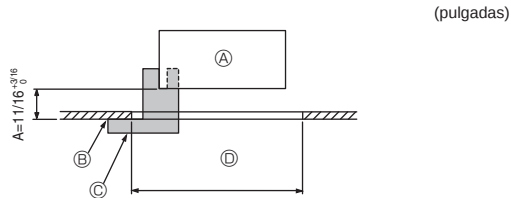
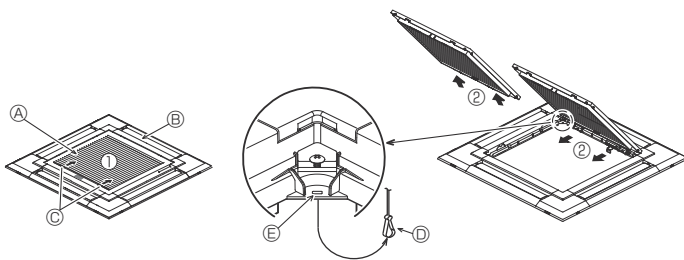
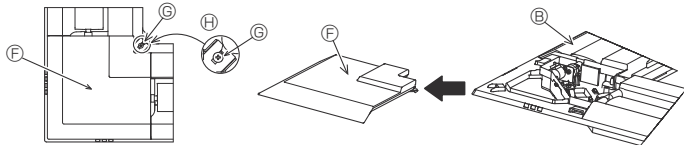

Fig. 6-2
Fig. 6-3
Fig. 6-4
①	Dimensiones de la rejilla	1	950 × 950 (mm), 37-13/32 × 37-13/32 (pulgadas)
②	Plantilla	1	Dividido en cuatro partes
③	Tornillo (4 × 16)	1	Para PLFY-WL-NEMU-E(1)
④	Panel angular del 3D i-see Sensor	1	Para PLFY-WL-NEMU-E(1)
6.2. Preparación para conectar la rejilla (Fig. 6-2)
• Con la plantilla ② que se suministra con este equipo, ajuste y compruebe la posición de la unidad en el techo. Si la unidad no está colocada en el techo de forma adecuada, podrían producirse escapes de aire o generarse una condensación.
- ① Unidad principal
- ② Techo
- ③ Plantilla ② (metida en la unidad)
- ④ Dimensiones de apertura del techo
6.2.1. Extracción de la rejilla de admisión (Fig. 6-3)
• Deslice las palancas en la dirección indicada mediante la flecha ① para abrir la rejilla de admisión.
• Con la rejilla de admisión en posición "abierta", extraiga la bisagra de la rejilla de admisión de la rejilla tal y como se indica mediante la flecha ②.
6.2.2. Extracción del panel angular (Fig. 6-4)
• Extraiga el tornillo de la esquina del panel angular. Deslice los paneles angulares indicados por la flecha ① para extraer este panel.
[Fig. 6-3] [Fig. 6-4]